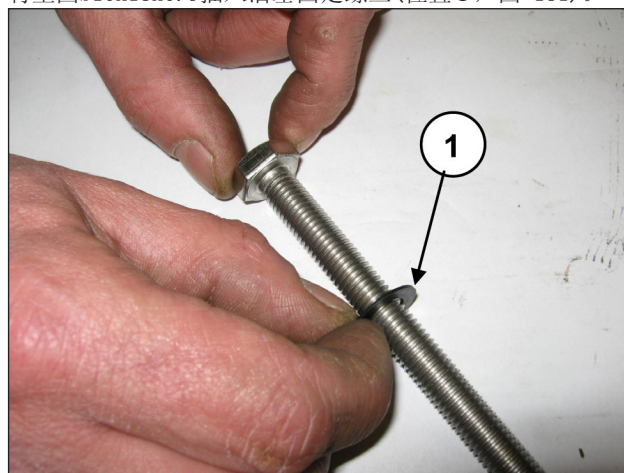

图 181
将垫圈010x18x0.9插入活塞固定螺丝(位置①, 图 181)。